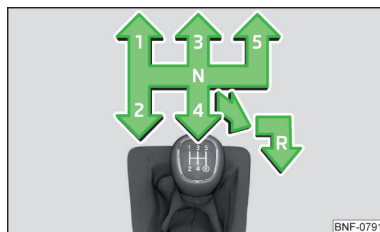

Fig. 121
Na alavanca está apresentado o esquema de comutação para as individuais posições de engrenagem » Fig. 121.
- Mover a alavanca de velocidade para baixo, totalmente para a direita e depois para trás para a posição **R** » Fig. 121.